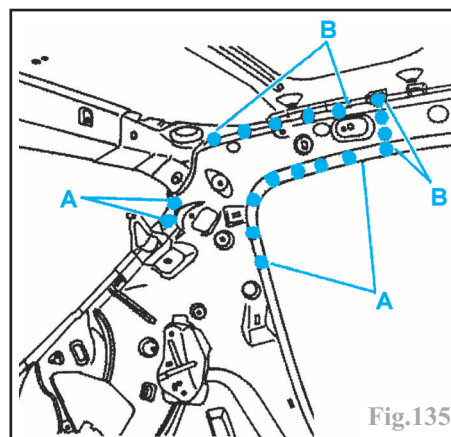

Fig.135
-par points électriques (suivant **A**) (avec l'équipement **AB1**) (Fig.135, 136, 137 et 138),